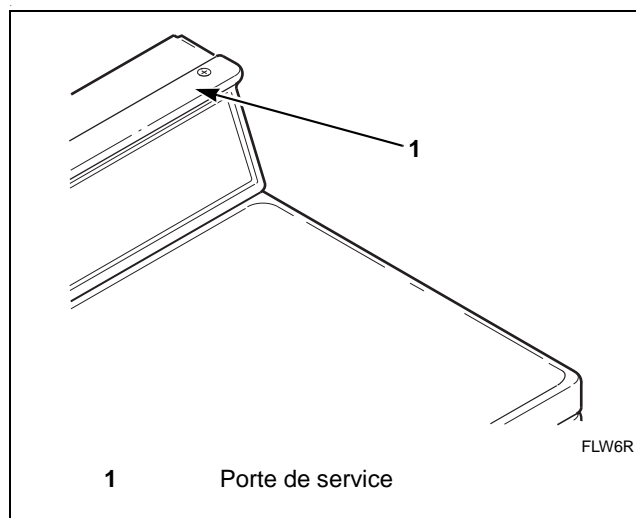

Figure 2
1. Ouvrir la porte de service. Se reporter à la Figure 2.